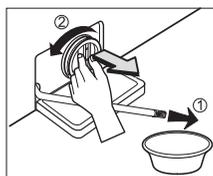

Fig.14
- Dévissez avec précaution le couvercle de la trappe à monnaie. Avertissement : Un peu d'eau résiduelle va s'écouler. (Environ 1 tasse) [Fig.14]